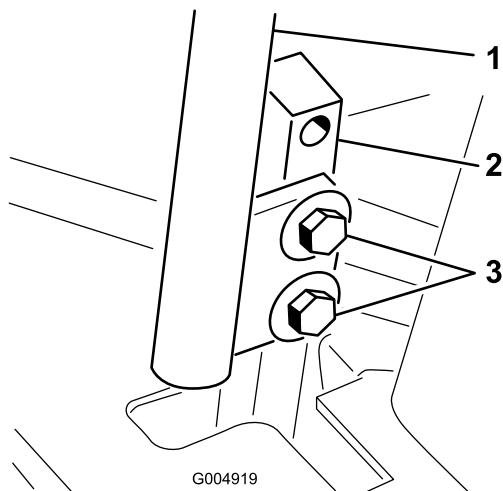

Bild 68
3. Lösen Sie die Schrauben, mit denen die Fahrtriebshebel befestigt sind (Bild 68).